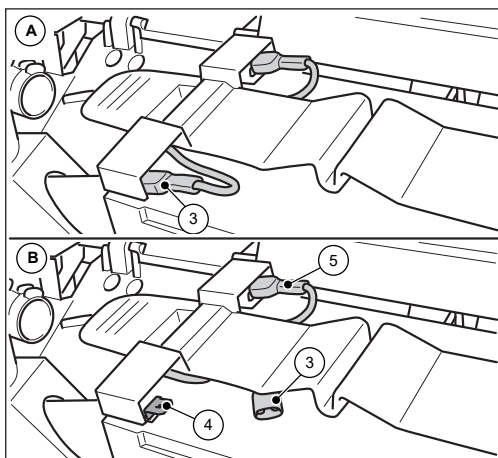

Fig. 24: Desembornar el cable de conexión de la batería
3. Extraiga el cable azul de la batería (3) de la lengüeta de conexión (4) de la batería.
- » Asegúrese de que el cable azul de conexión (3) no puede establecer contacto involuntariamente con la lengüeta de conexión (4) por alguna influencia externa, como movimiento del aparato (véase fig. 24 B).
- » El cable rojo de conexión (5) queda siempre conectado.
4. Cierre la cubierta (2) y bloquéela con las lengüetas (1).